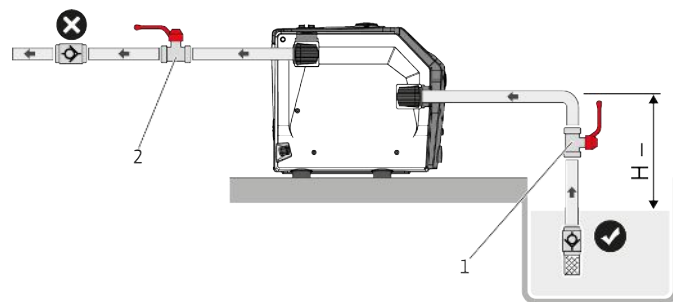
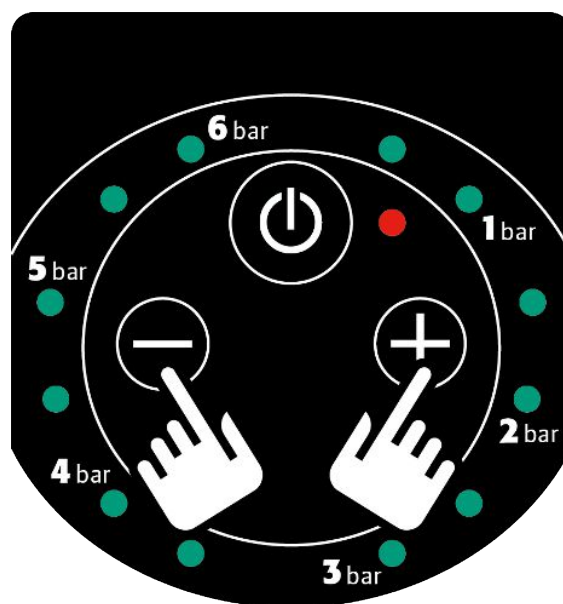

Fig. 8: Modo de aspiração
Fig. 11: Tecla de comando + e -
1. Se o produto estiver instalado no modo de carga (Fig. 8), premir uma vez a tecla de comando On/Off (ligado/desligado) (Fig. 11).
2. Premir a tecla de comando On/Off (ligado/desligado) no painel de controlo (Fig. 11).